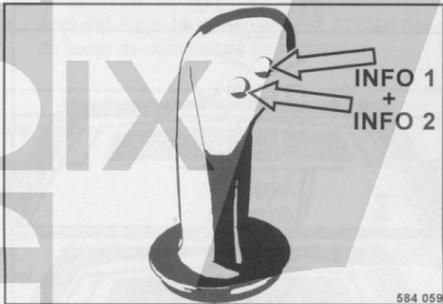

fig. 66
- Pour quitter le mode d'enregistrement, appuyer sur les deux touches Info (fig. 66) pendant plus de 3 secondes ou actionner la touche F3 jusqu'à ce que l'état normal soit à nouveau rétabli.